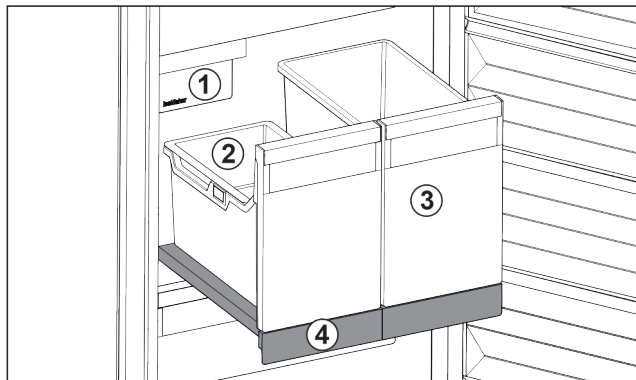

Fig. 79 Izvlečna polica z IceTower
- (1) IceMaker
- (2) Obešalna skodelica za ledene kocke
- (3) Posoda za npr. pice, alkoholne pijače
- (4) Izvlečna polica
Na izvlečni polici sta dve visoki posodi (IceTower). V posodi Fig. 79 (2) se zbirajo in skladiščijo ledene kocke iz IceMaker. Posoda Fig. 79 (3) je primerna za shranjevanje višjih živil, kot so pice ali alkoholne pijače.